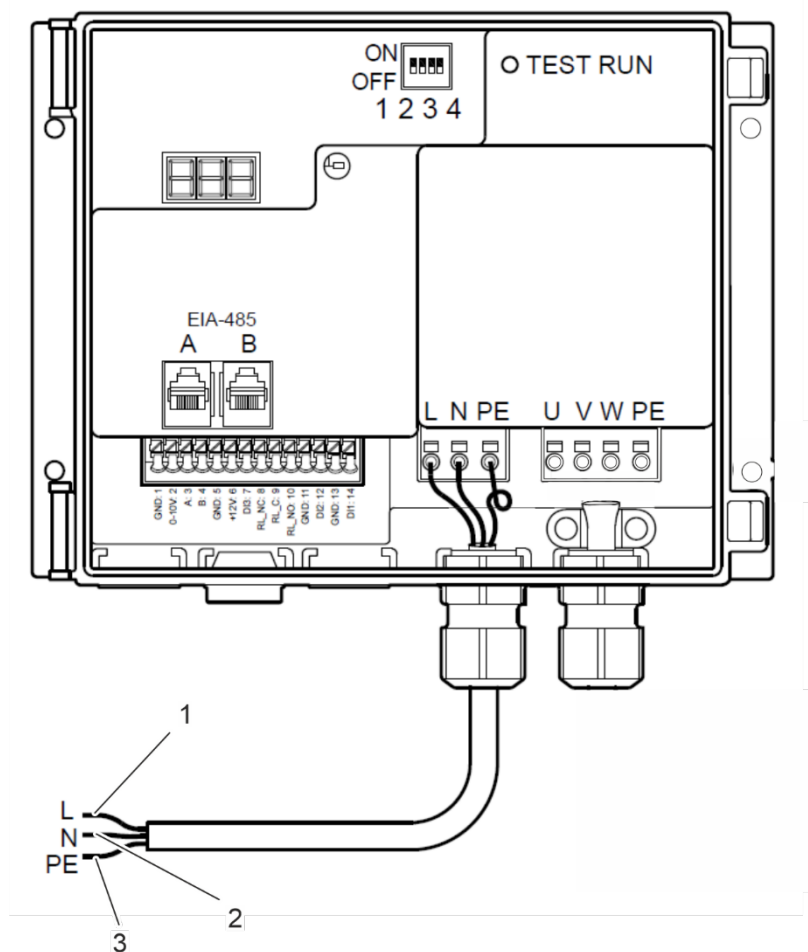

Figura 97: Cable de alimentación
9. Conecte el cable de fase (Figura 97/1), el conductor neutro (Figura 97/2) y el conductor de protección (Figura 97/3) a la fuente de alimentación.